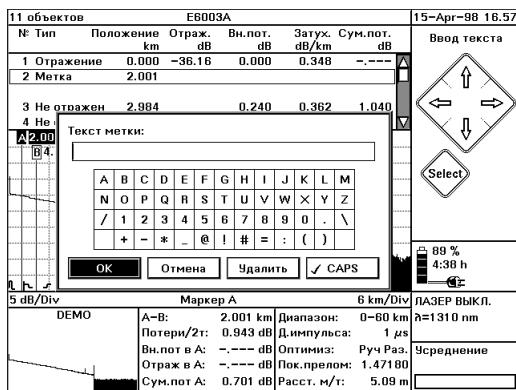

Рис. 34 Окно с текстовым полем для ввода имени метки
- 4 Выберите <МЕТКА><ДОБ./ИЗМ.>. Появится изображение клавиатуры, с помощью которого можно ввести текст метки (Рис. 34).
- 4 На экране появится изображение клавиатуры (см. Рис. 34).